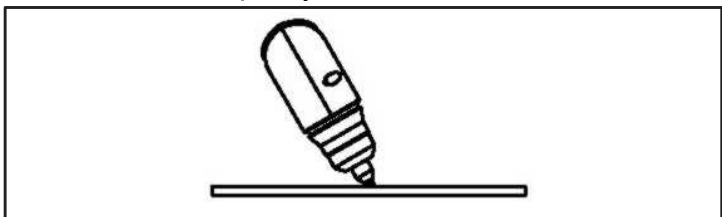

Рисунок 18
- При прокалывании ручной горелкой слегка наклоните горелку. Рис.18